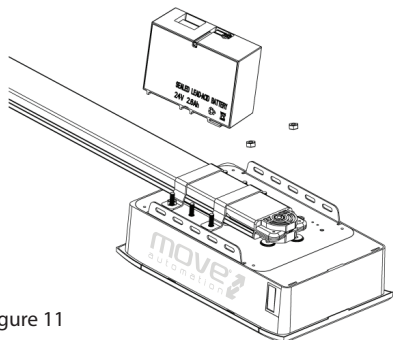

Figure 11
Étape 1 (Fig.11)
Fixez les vis fournies comme indiqué sur la Fig11.